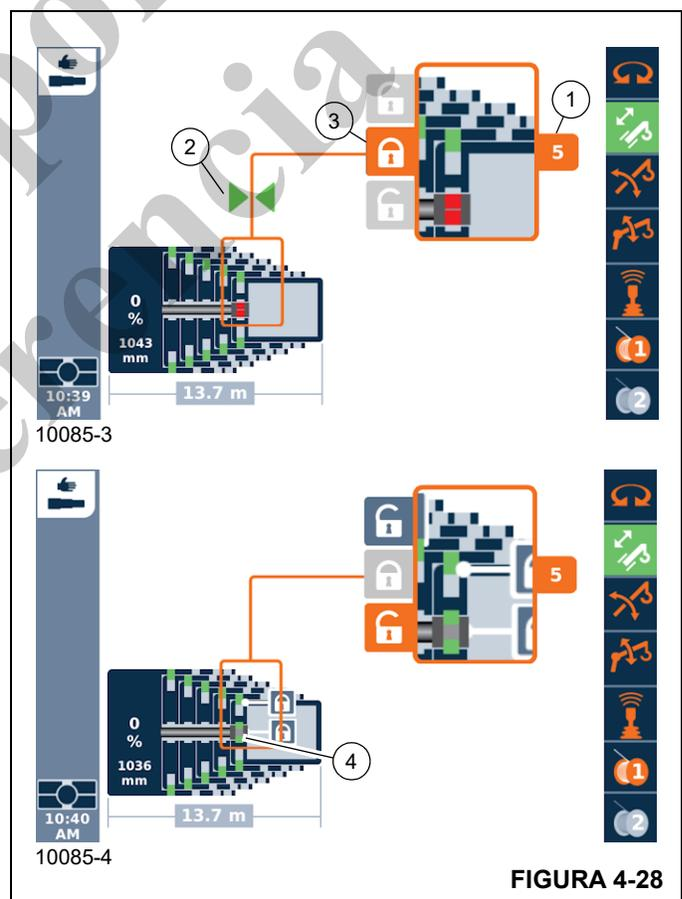

FIGURA 4-28
1. Mueva el cilindro telescópico al punto de bloqueo deseado, por ejemplo, a la sección telescópica 5 (Figura 4-28).
- muestra la sección telescópica deseada (1, Figura 4-28)
- aparezcan los símbolos (2).
2. Seleccione el símbolo (3).
3. Confirme la selección, los pasadores de bloqueo del cilindro telescópico se extenderán, símbolo (4) verde.